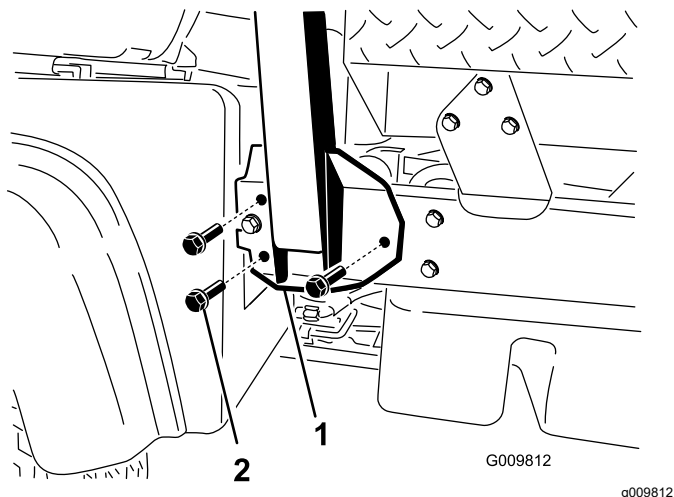

Figura 4
2. Aliniați fiecare parte a barei antiruliu cu orificiile de montare de pe fiecare parte a cadrului mainii (Figura 4).
3. Fixai suportul de montare a barei antiruliu pe cadrul mainii utilizând 3 uruburi cu guler ( $\frac{1}{2} \times 1\frac{1}{4}$ " pe fiecare parte (Figura 4).